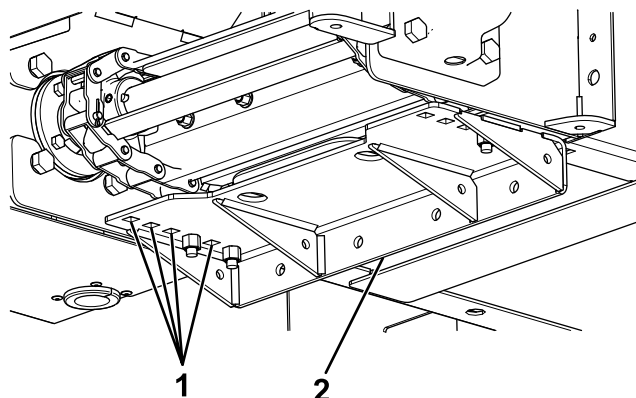

图6
3. 将滑动止动器移到所需位置，并用之前卸下的托架螺栓固定（图6）。